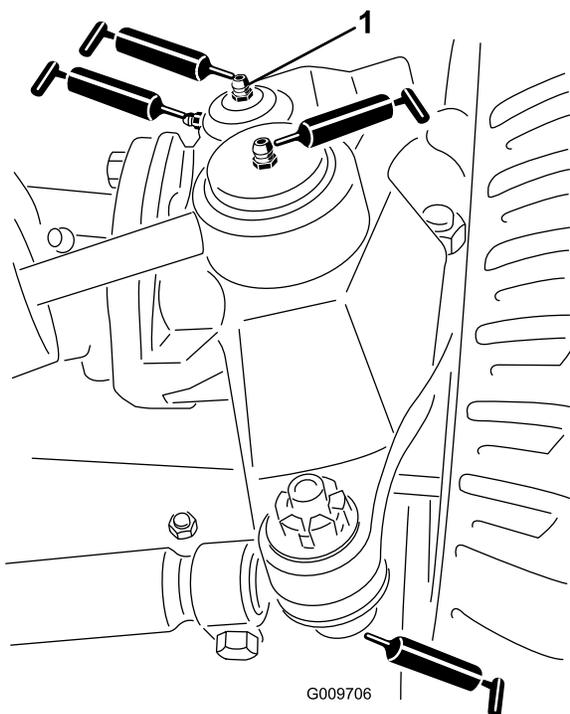

Figura 37
- Rótulas do cilindro da direção (2), como se mostra na Figura 37
- Rótulas da barra de ligação (2), como se mostra na Figura 37
- Casquilhos do pino principal (2), como se mostra na Figura 37